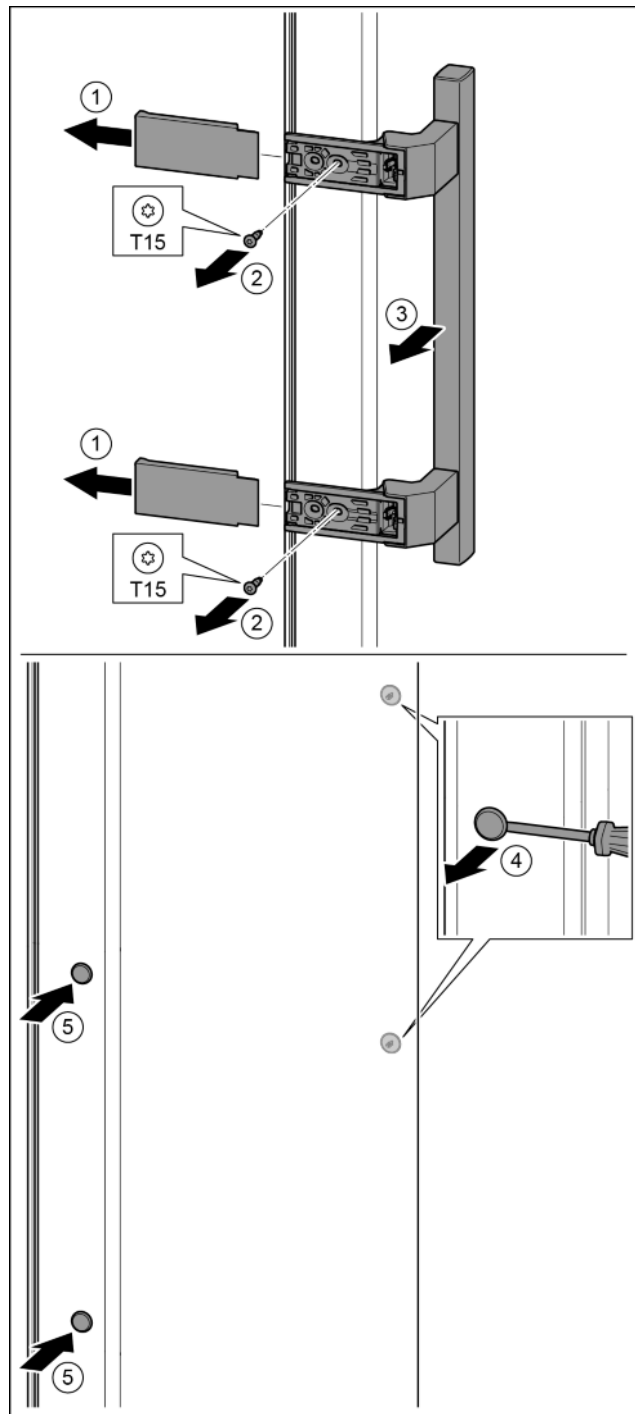

Fig. 21
- ▶ Extrageți capacul. Fig. 21 (1)
- ▶ Demontați șuruburile cu șurubelnița T15. Fig. 21 (2)
- ▶ Detașați mânerul. Fig. 21 (3)
- ▶ Ridicați cu precauție dopul lateral cu o șurubelniță plată și extrageți-l. Fig. 21 (4)
- ▶ Introduceți dopul pe partea opusă. Fig. 21 (5)